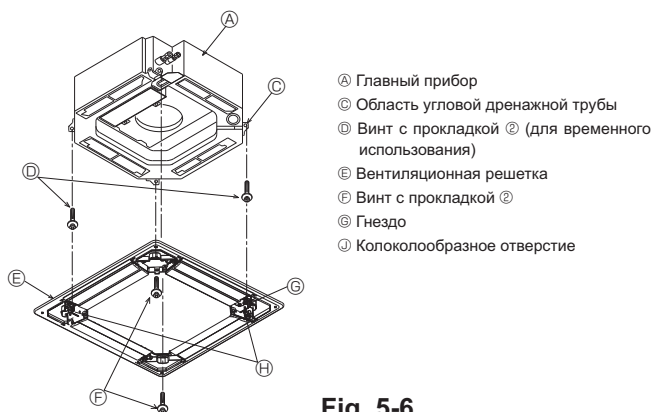
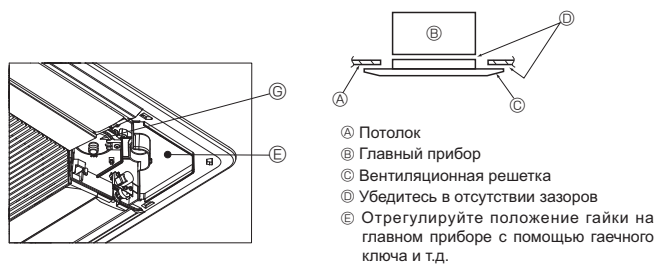

Fig. 5-6
Fig. 5-7
5.4.2. Временная установка вентиляционной решетки (Fig. 5-6)
- Временно закрепите решетку, используя колоколообразные отверстия, для чего установите гнездо ⑤ решетки в область угловой дренажной трубы главного прибора.
5.4.3. Крепление вентиляционной решетки (Fig. 5-7)